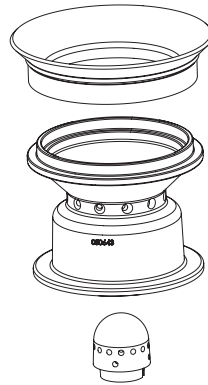

Fig. 59 Konus Oberteil und Unterteil, Primärluftdorn
- ▶ Brenner sinngemäß in umgekehrter Reihenfolge (Fig. 59) wieder zusammenstellen.